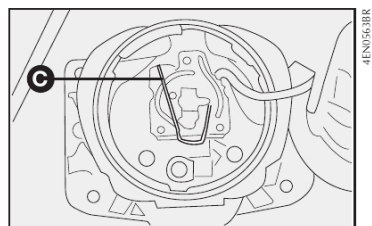

fig. 35
3) retirar o conector e, em seguida, o porta-lâmpada pressionando a presilha **C-fig. 35** para frente abrindo lateralmente para a direita;